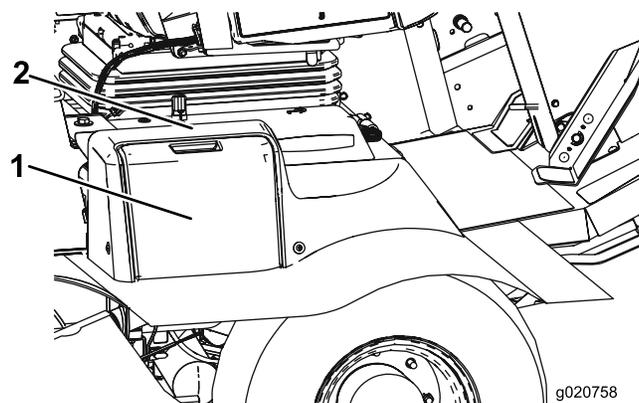

Figura 52
1. Aprite il coperchio della batteria sul lato della copertura (Figura 52).
Nota: Premete sulla superficie piatta sopra il coperchio della batteria per facilitare la rimozione del coperchio (Figura 52).